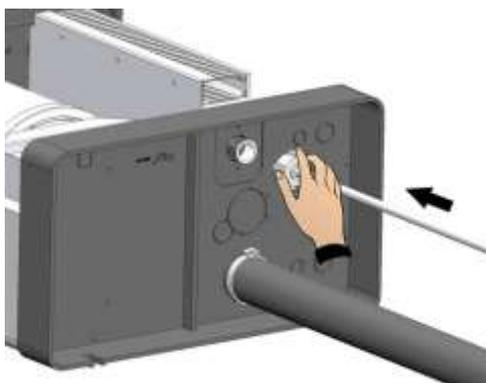

Fig. 11
7. Collegare la linea di carico dell'acqua all'attacco  $\frac{3}{4}$  GAS dell'elettrovalvola posta sotto l'umidificatore (fig. 11 e 12).